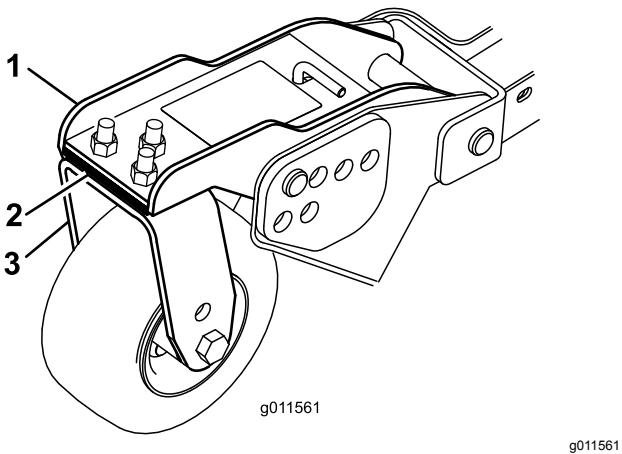

Figure 30
Tournez la lame sur chaque axe pour la diriger dans le sens longitudinal. Mesurez et notez la distance entre le sol et la pointe avant du tranchant. Ajoutez ou retirez des cales de 3 mm sur la ou les fourches de roue pivotante avant pour faire correspondre la hauteur de coupe à celle indiquée sur l'autocollant (Figure 30). Pour l'axe de la lame extérieure seulement, voir Réglage de l'inclinaison du plateau de coupe \(page 77\).
3. Si le bord intérieur du plateau de coupe latéral est trop élevé par rapport au bord extérieur du plateau de coupe avant, retirez une cale de 3 mm au bas du bras pivotant intérieur avant du plateau latéral (Figure 30).